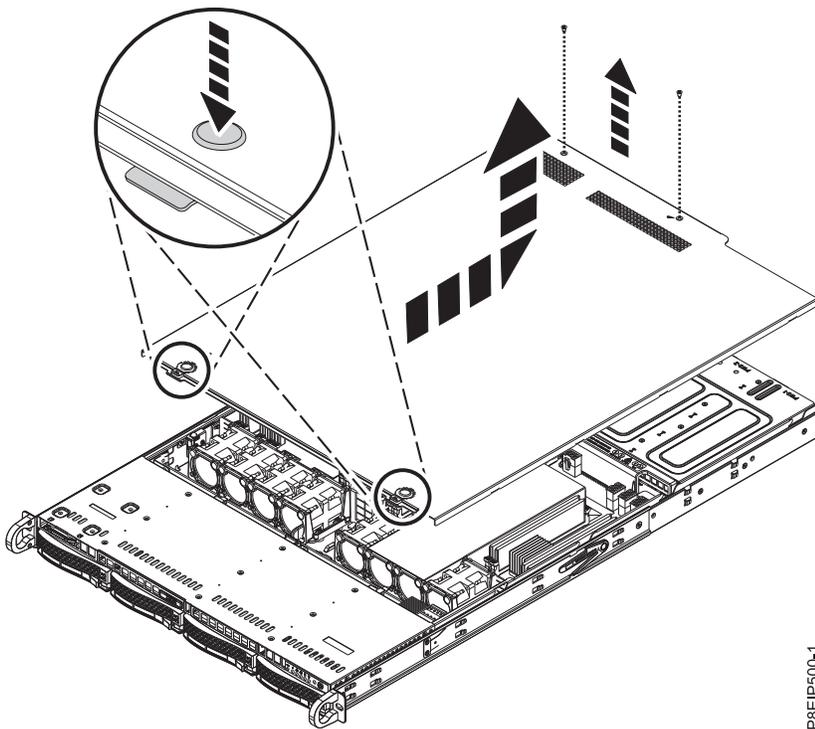

Abbildung 82. Abdeckung entriegeln und öffnen
2. Entfernen Sie die zwei Abdeckungsschrauben (1), von der Rückseite der Abdeckung.
3. Drücken Sie auf die beiden Tasten auf der oberen Abdeckung (2), um die Verriegelungen zu entriegeln (siehe Abb. 82), und drücken Sie die Abdeckung wieder etwa 1 cm bis zum Anschlag hinein. Wenn sich die Tasten nicht einfach nach unten drücken lassen, bauen Sie die Laufwerke direkt unter den Tasten teilweise aus.